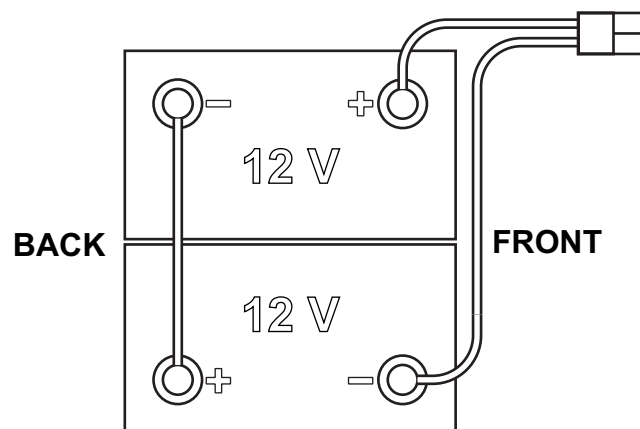

Figura 1
La máquina necesita de 2 baterías de 12 V, conectadas según el esquema que se indica en la Figura 1.
1. Girar la llave de encendido (41) en "O" para apagar la máquina.
2. Desconectar el conector de las baterías pulsando el pulsador de emergencia (5).
3. Levantar la tapa (18) y controlar que el depósito del agua de recuperación (17) esté vacío, si no vaciarlo mediante el tubo de descarga (26).
4. Cerrar la tapa (18).
5. Empuñar la manilla (35) y levantar el conjunto depósito del agua de recuperación (17) con cuidado.
8. Colocar e instalar los cables de las baterías como se indica en el esquema de la Figura 1, luego apretar con atención el dado sobre cada borne de las baterías.
9. Colocar la tapa de protección encima de cada borne, luego conectar el conector de las baterías (6).
10. Soltar la barra de soporte (36), luego empuñar la manilla (35) y levantar el conjunto depósito del agua de recuperación (17) con cuidado.